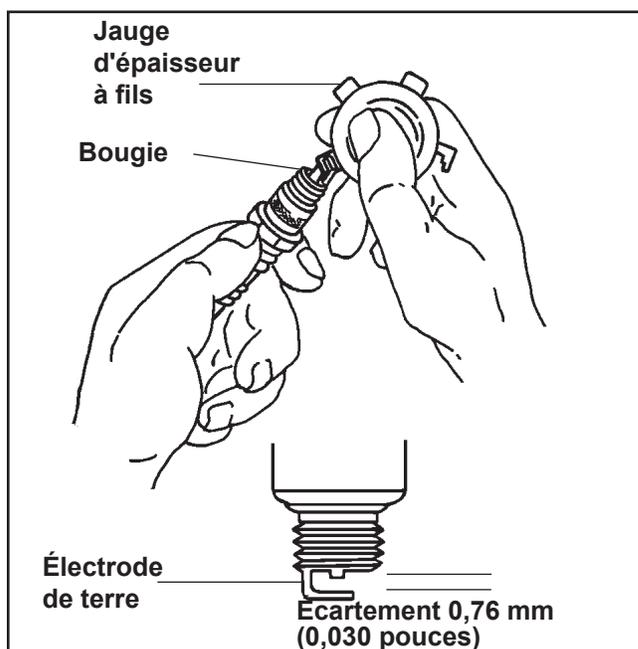

Figure 8-1. Entretien des bougies.
3. Contrôler l'écartement des électrodes à l'aide d'une jauge d'épaisseur à fils. Régler la distance à **0,76 mm (0,030 pouces)** en pliant prudemment l'électrode de terre. Voir la Figure 8-1.